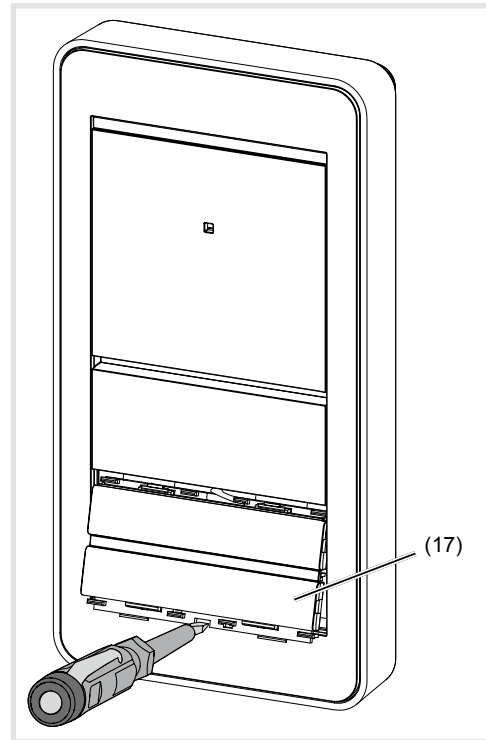

Figura 16: Smontaggio mascherina modulo tasti di chiamata
- Premere verso l'alto con il cacciavite la mascherina del modulo dei tasti di chiamata nell'apertura a sollevamento inferiore e toglierla tirandola in avanti (figura 16).